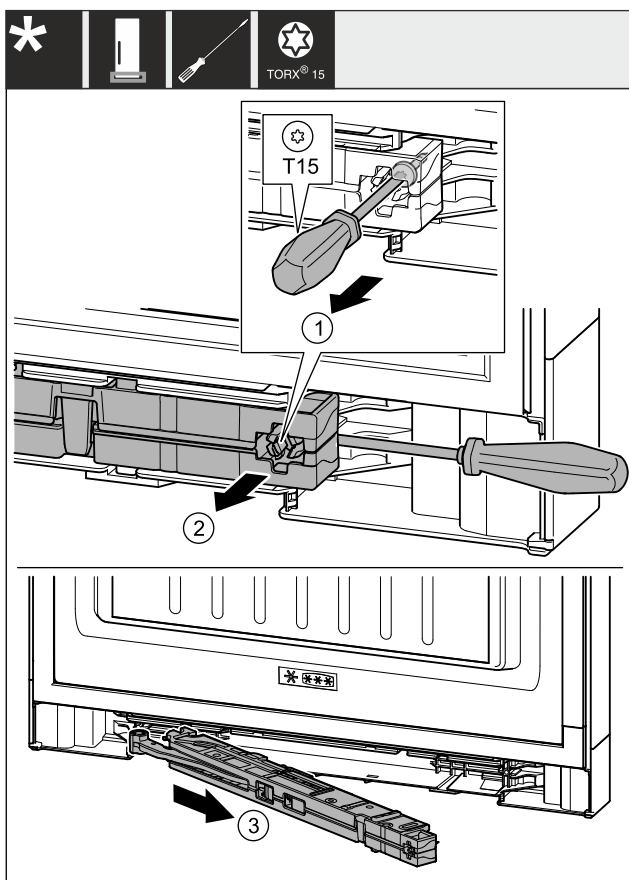

Fig. 7
- ▶ Šroub na jednotce tlumiče zavírání povolte šroubovákem T15 o cca 14 mm. Fig. 7 (1)
- ▶ Šroubovákem na straně madla zajedte za jednotku tlumiče zavírání. Otočte jednotku dopředu. Fig. 7 (2)
- ▶ Vytáhněte jednotku. Fig. 7 (3)